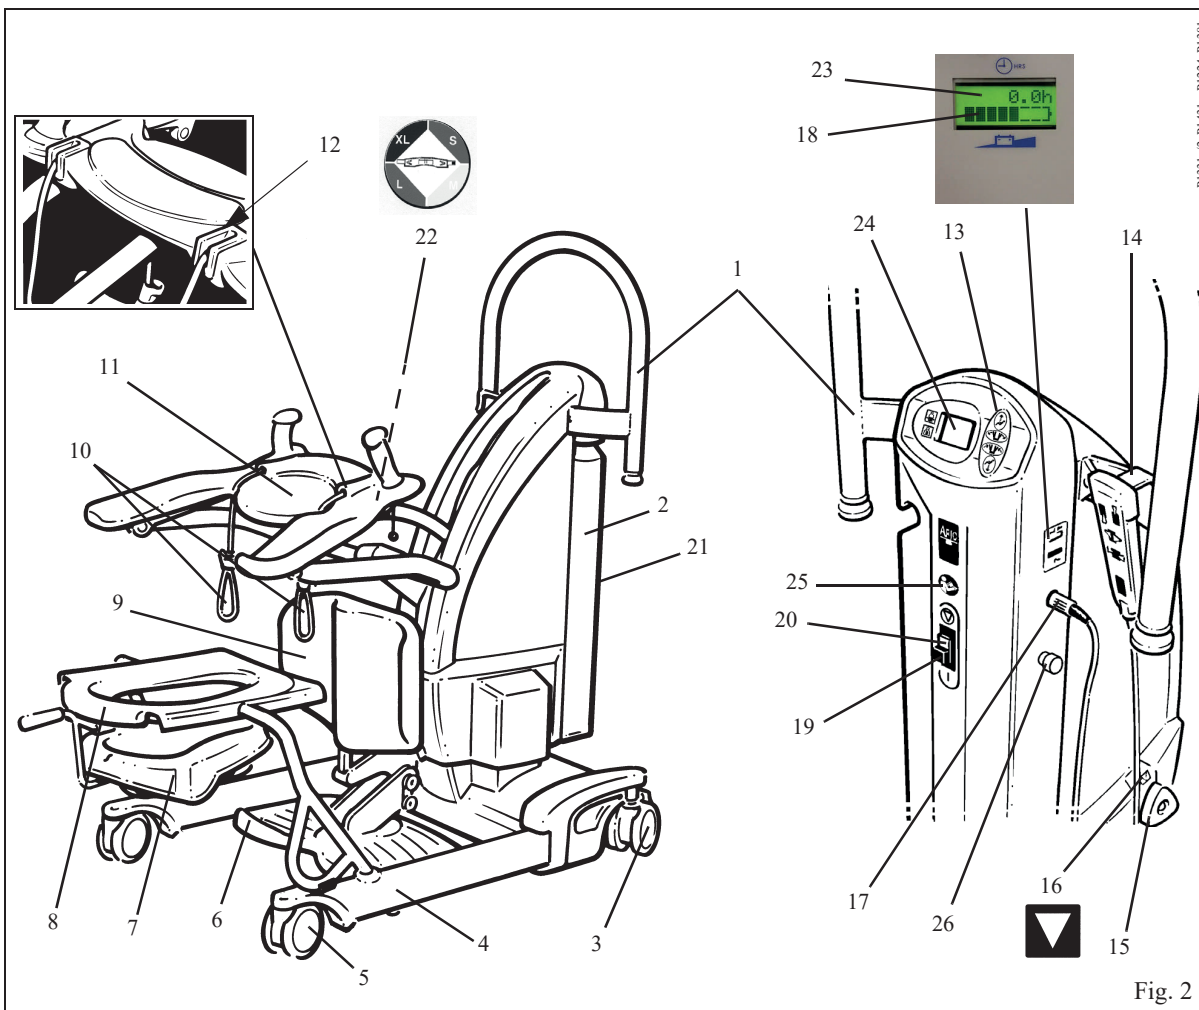

Fig. 2
3. Asegúrese de que el botón de reinicio verde (situado en la parte posterior del mástil) esté presionado. (Véase la fig. 2 en la página 7, en el apartado «Descripción de las piezas»)